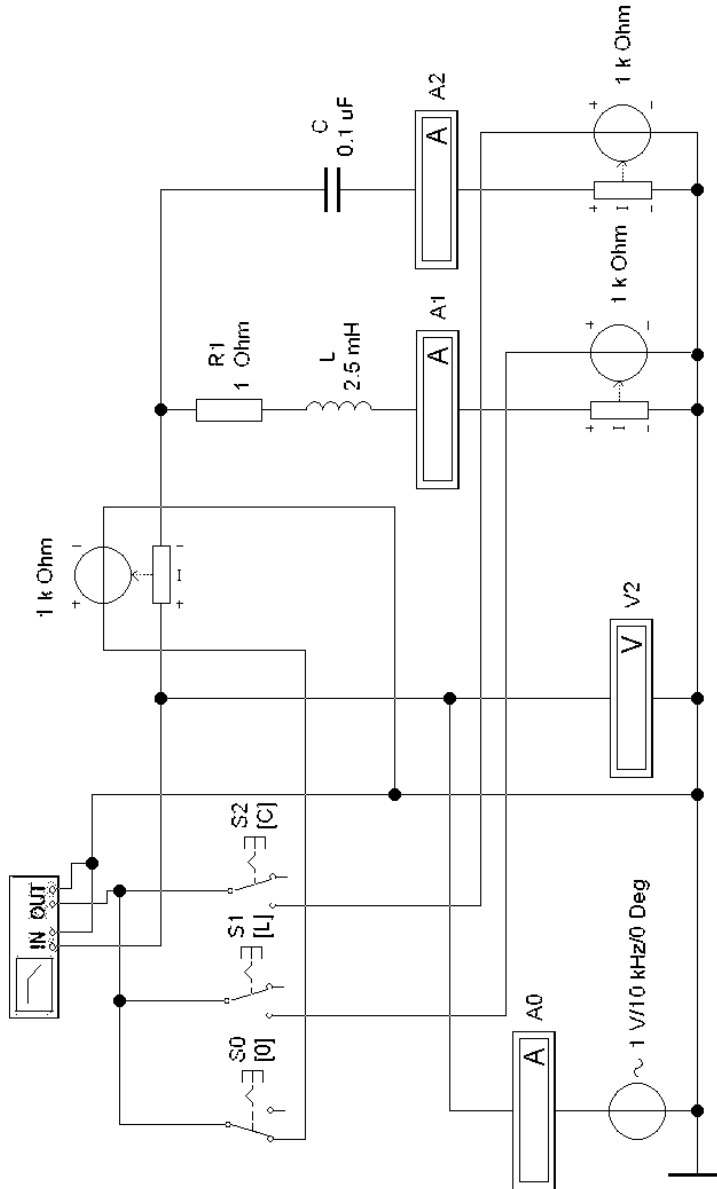

Рис. 2. Моделирование резонанса токов в программе EWB
7. Загрузить файл `resonance_parall.ewb`. Схема цепи соответствует рис. 2. Установить значения элементов цепи лабораторного стенда.